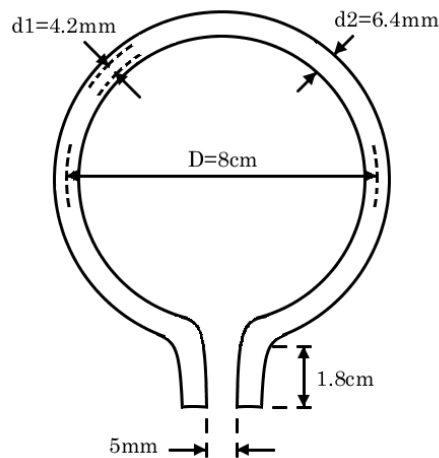

Figura 7: Dimensioni della bobina realizzata.
- L2 = $0.137\mu H$, vedi Figura 7;
Ho realizzato poi la bobina L2 piegando in una sola spirale circolare un tubo di rame da 7mm di diametro; tutte le sue dimensioni sono indicate nell'immagine di Figura 7.
Per calcolare il valore dell'induttanza L2 ho faticato davvero tanto (con mia grande sorpresa!) a trovare la formula. Sono riuscito a trovarne una approssimata sul Radio Engineering Handbook (F. E. Terman) e, anche se non è di facile impiego, ve la riporto qualora doveste ottenere un'induttanza da $0.137\mu H$ con un tubo di diametro minore del mio (cosa che continuo ad augurarvi). Con riferimento alla Figura 7, l'induttanza di un tubo ripiegato a forma di Ω è: